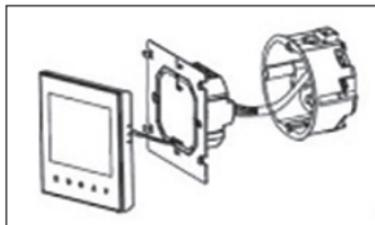

Рис. 5.
**6.3.1.** Отсоедините переднюю панель от монтажной пластины с клеммной колодкой – для этого слегка оттяните и сдвиньте вниз тыльную часть устройства, тогда крючки металлической монтажной пластины выйдут из пазов передней панели термостата и устройство можно будет разъединить на две части, предоставив доступ к крепежным отверстиям монтажной пластины. *(Рис. 5.)*